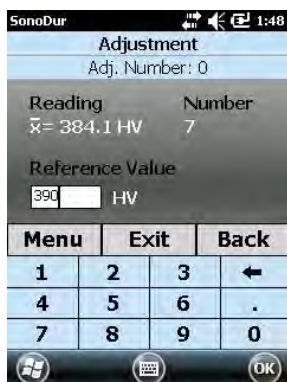

Figura 7.39
- a.) "Yes" (Sí): El valor medio determinado se indicará inmediatamente en el campo "Reading" (Lectura) (valor de medición) además de en el campo "Reference Value" (Valor de referencia) (valor nominal). El valor de dureza de referencia deseado puede introducirse ahora mediante el teclado (Figura 7.39).